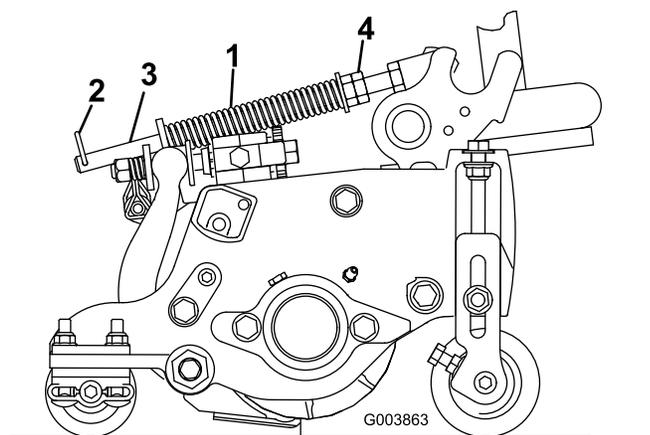

Figura 50
2. Aperte as porcas sextavadas na extremidade dianteira da haste da mola até que o comprimento da mola em compressão seja de 15,9 cm; consulte a Figura 50.
A mola de compensação de relva (Figura 50) transfere peso do rolo dianteiro para o rolo traseiro. Isto ajuda a reduzir o efeito ondulado na relva, também conhecido como ondulação ou “bobbing”.
1. Certifique-se de que o perno de gancho está instalado no orifício traseiro na haste da mola (Figura 50).